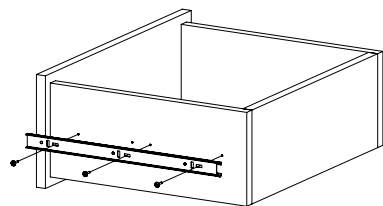

Рис.9
8. Закрепите внутренние планки направляющих на деталях 6 и 7 шурупами 3,5х16 (Рис. 9).